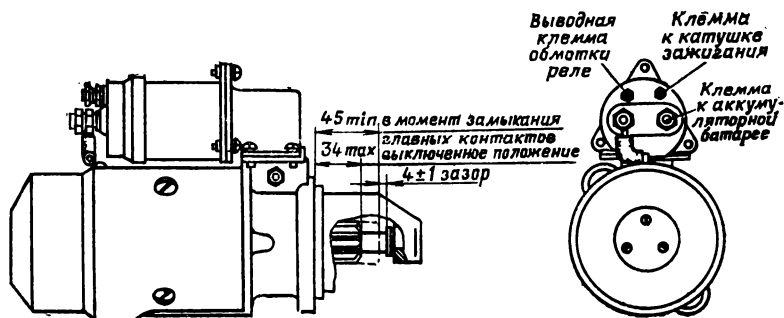

Рис. 60. Стартер
**Стартер.** На двигатель автомобиля установлен стартер СТ230-Б2 последовательного возбуждения с электромагнитным включением мощностью 1,4 л. с. (рис. 60).